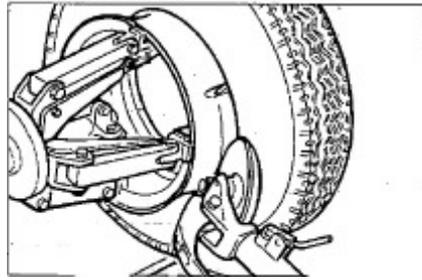

Fig.7.18
- 9) Rodar o fuso e, ao mesmo tempo, colocar o disco do afrouxador de talão contra o pneu seguindo o contorno do anel de divisão até que o segundo talão seja partido (MB: Lubrificar durante este processo). Continuar a mover o disco para a frente até cerca de metade do pneu ter sido desmontado da jante (Ver Fig.7.18).